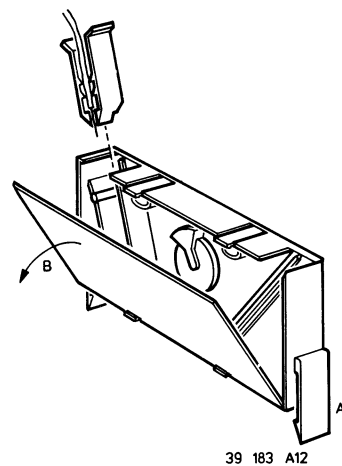

Fig. 9
4. Die Bedienungsplatte lässt sich herausnehmen, dadurch dass über die Rückseite die Verriegelungslappen A (siehe Bild 9) hoch und dann mit Platte nach vorn gedrückt werden.